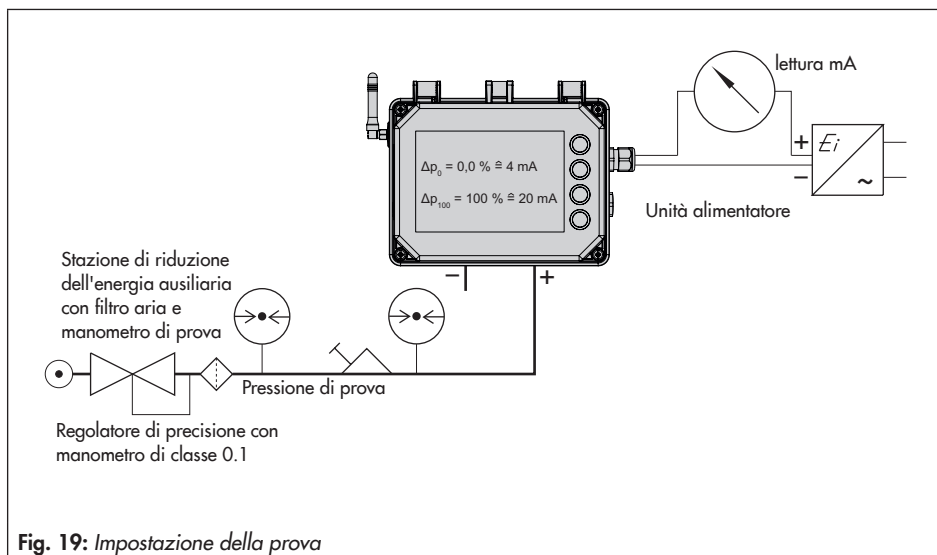

Fig. 19: Impostazione della prova
- Per verificare il campo di misurazione, collegare il misuratore di pressione differenziale come mostrato in Fig. 19.